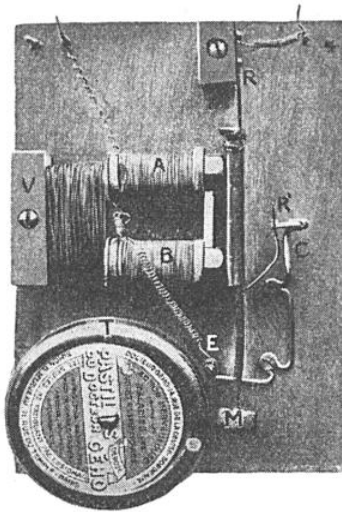

FIG. 19. — SONNERIE ÉLECTRIQUE QU'IL EST AISÉ DE CONSTRUIRE SOI-MÊME
La figure 19 (page suivante) représente une sonnerie électrique qui a été construite avec des matériaux que l'on trouve partout et au moyen d'un outillage rudimentaire.
Les interruptions de courant qui déterminent les battements de l'armature se produisent en face de la partie *F* du ressort, et, à chaque interruption du courant, une étincelle jaillit. Si elle jaillissait entre le ressort qui est en acier et la tige *C* (fig. 19), qui est en cuivre, ces deux métaux seraient rapidement brûlés, oxydés, et, au moment du contact, le courant ne passerait plus. Aussi est-il nécessaire de faire éclater l'étincelle entre deux pièces métalliques pratiquement inoxydables. Autrefois on y employait du platine, mais ce métal est devenu si cher que l'on ne peut plus y songer. C'est donc un contact en argent que nous établirons. Un objet hors d'usage ou une pièce de 0 fr. 50 démonétisée fourniront le métal nécessaire.
On voit sur la figure 19 le fil de cuivre C destiné à mettre en communication l'extrémité du ressort R' avec l'une des extrémités du fil qui circule dans les bobines. La forme de ce fil importe peu ; il suffit qu'il soit solidement fixé à la planchette. Le mieux est de le plier en déterminant des œillets dans lesquels viendront
*L'appareil sonore.* — Quant à l'appareil sonore, il peut être constitué par un timbre en bronze ou en acier, par un grelot ou même, comme dans la sonnerie que représente la figure 19, par le couvercle d'une boîte métallique. La figure schématique n° 27 indique un moyen de fixer le timbre : il est soutenu par une sorte de tube fait d'un bout de tôle roulée et une vis enfoncée dans la planchette et traversant successivement le trou central du timbre, puis le tube assujettit l'ensemble.
*L'assemblage.* — Voilà tous les éléments dont se composera notre sonnerie ; il ne reste plus qu'à les assembler. Reportons-nous à la figure 19. Nous commencerons par fixer l'électro-aimant au moyen d'une vis V qui traverse le bois, et que l'on voit sur la figure. Puis l'extrémité R du ressort sera vissée sur un rectangle de bois, de façon